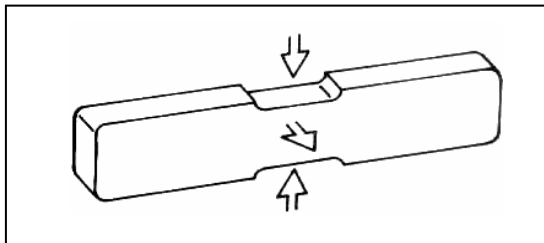

Bild 1: Entfernen der Kappe des Modulschachtes
- Die Kappe des Modulschachtes abnehmen. Hierzu muss die Kappe an den gegenüberliegenden Griffflächen leicht zusammen gedrückt werden (siehe Bild 1)